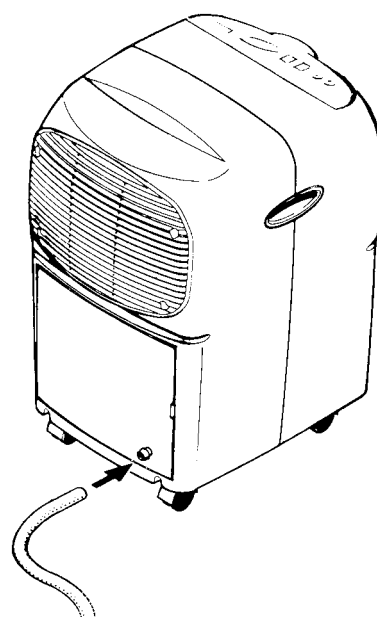

Fig. 3
4. Na porta do aparelho está evidenciado o ponto a perfurar para fazer passar o tubo de condensação (fig. 3)